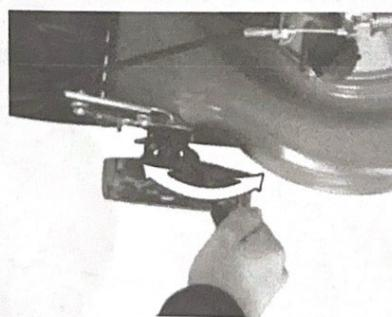

Рис. 13
- Убедитесь, что ручка плотно и надежно входит в свой зазубренный держатель. Такие препятствия, как скошенная трава, не должны мешать передвижению и работе газонокосилки. (рис.13).